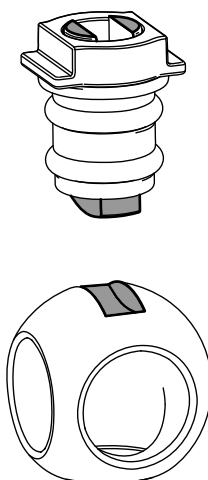

Figure 112
6. Insérez la bille dans le corps de la vanne (Figure 112).
Remarque: La tige de la valve doit entrer dans la fente d'entraînement de la bille. Si la tige de la valve ne rentre pas, ajustez la position de la bille (Figure 112).